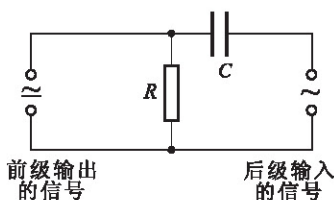

图 2-4-5 隔直电容：直流不能通过电容器  $C$ ，只能经电阻  $R$  形成回路
在电子技术中，各类信号放大系统中常常需要把交流信号送到下一级，但要求各级之间直流互不干扰。为此，可以在两级电路间串联一个电容器来阻止直流成分通过，如图 2-4-5 所示。具有这种用途的电容器叫隔直电容。
1. 如图 2-4-5 所示，若传输的信号是音频信号时，使用的隔直电容为  $C_1$ ；若传输的信号是视频信号时，使用的隔直电容为  $C_2$ 。则  $C_1$  和  $C_2$  相比，哪个较大？为什么？已知视频信号频率远大于音频信号频率。
2. 如图 2-4-5 所示，经隔直电容  $C$  后的输入信号中除了有用的信号以外，尚含有无用的高频成分，为去掉无用的高频成分，可以再加一个旁路电容  $C'$ 。
- (1) 在图 2-4-5 中画出所加的旁路电容  $C'$ 。
- (2)  $C$  与  $C'$  相比，哪一个较大？为什么？